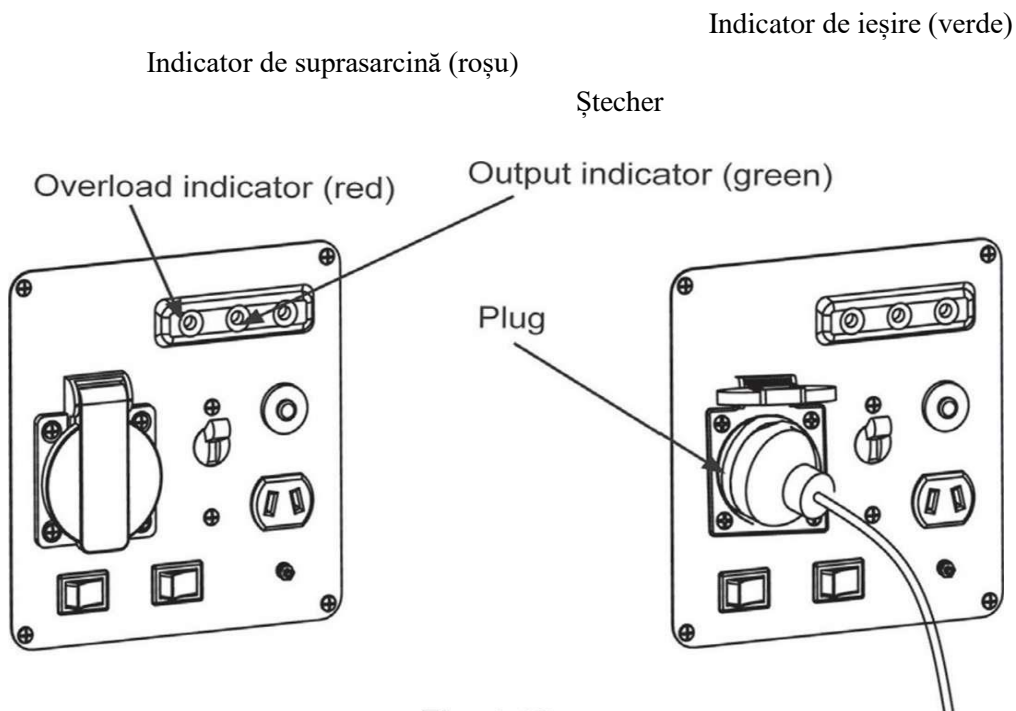
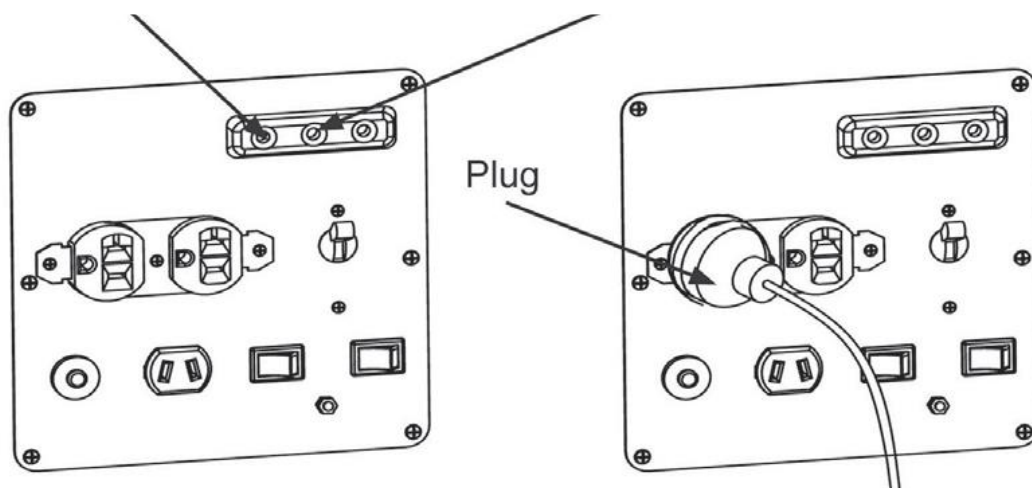

Fig. 4.10
Fig. 4.11
3. Conectați cablul de alimentare al dispozitivului la priza de curent alternativ, porniți protecția circuitului de curent alternativ și porniți dispozitivul. (Consultați Fig. 4.10 pentru HY1000Si și Fig. 4.11 pentru HY2000Si HY3000Si)